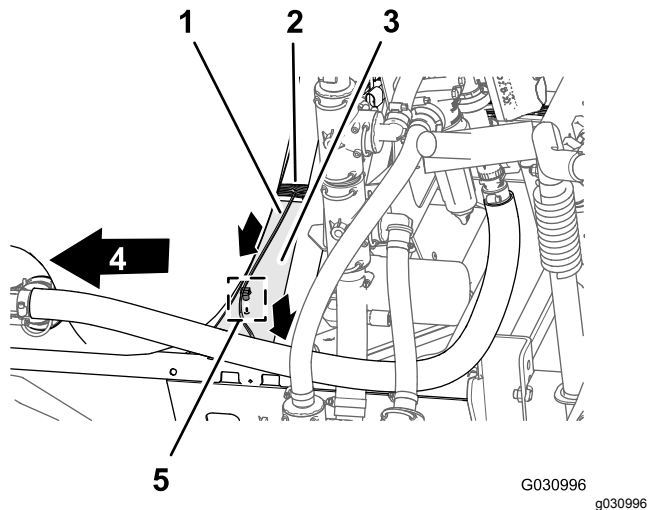

Рисунок 127
1. Проложите ответвление длиной 86 см жгута проводов, предназначенное для электромагнита насоса опрыскивателя, через верхнюю часть швеллера рамы опрыскивателя и вниз к электромагниту насоса опрыскивателя (Рисунок 127).
2. Вставьте фиксатор «елочного типа» ответвления длиной 86 см жгута проводов в отверстие швеллера рамы опрыскивателя (Рисунок 127).